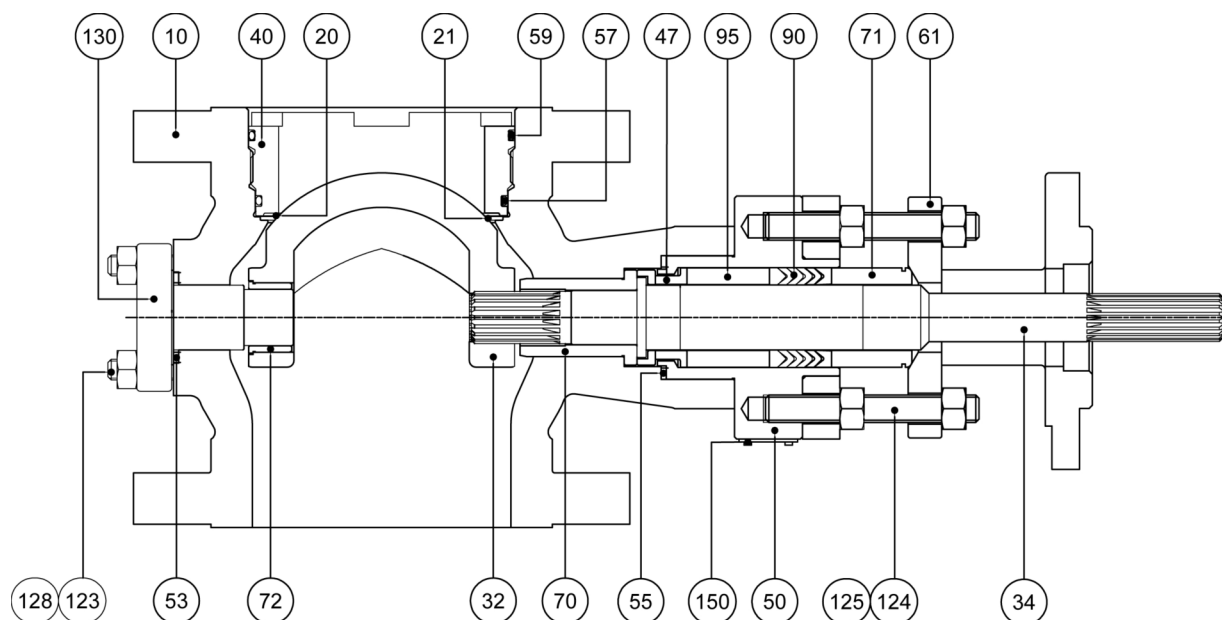

Figura 2: Subconjunto do Corpo da Válvula VXL
- Monte o mancal do eixo da válvula, posicionando-o no ressalto limitador existente no corpo. Veja Figura 2.